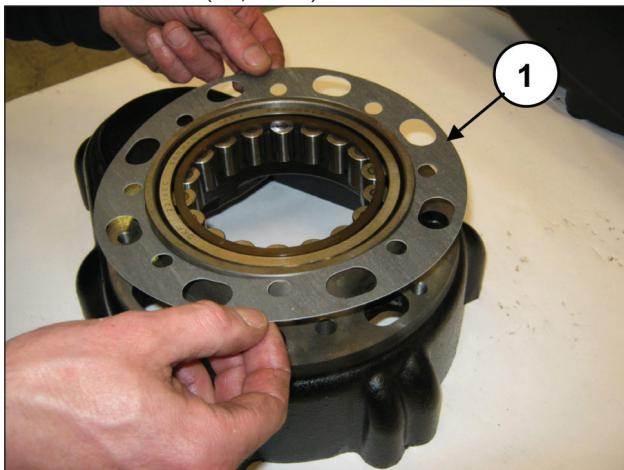
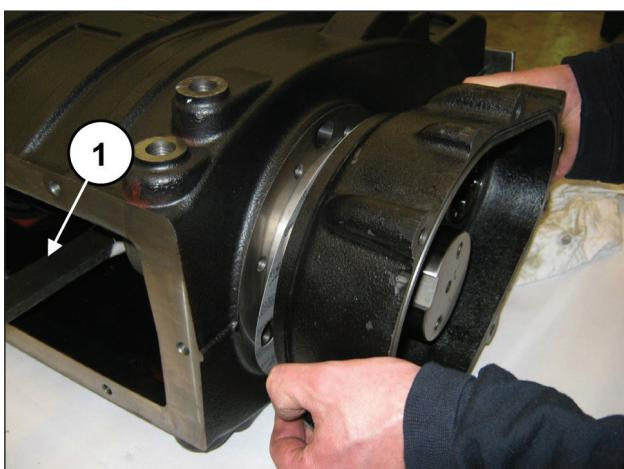

图 63
图 64
从另一侧将侧密封圈插入减速齿轮箱 (①, 图 63) 并提起曲轴以方便插入盖子 (①, 图 64)。